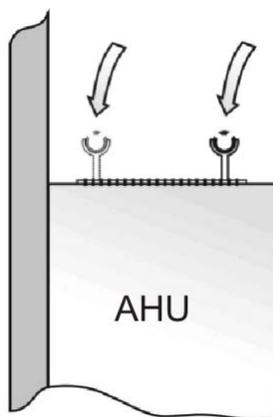

Figura 5-9: Posición de las tuberías en una rejilla de aire de retorno
4. Conecte la tubería de muestreo usando uniones roscadas de tubos y no las pegue en su lugar. Las uniones roscadas de tubos deben encontrarse entre el extremo de la rejilla de aire y las abrazaderas de montaje o las abrazaderas para tuberías. Consulte la Figura 5-9.